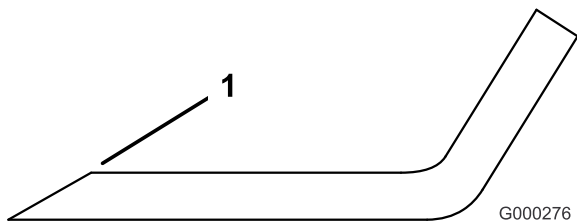

Figure 61
1. Au moyen d'une lime, aiguissez les tranchants aux deux extrémités de la lame (Figure 61) en veillant à conserver l'angle de coupe d'origine. Limez la même quantité de métal sur chacun des deux tranchants pour ne pas déséquilibrer la lame.